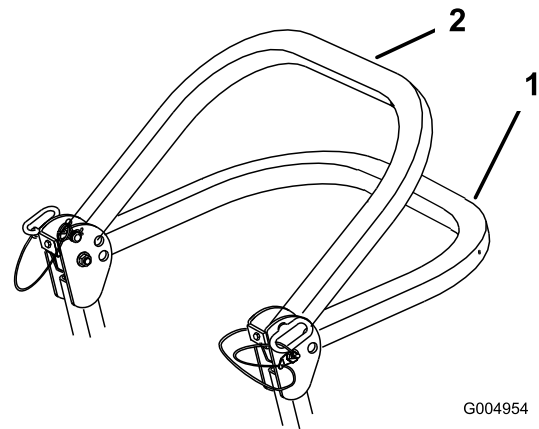

Figura 6
2. Coloque la barra antivuelco en la posición de bajada. Hay dos posiciones de bajada. Vea las posiciones en Figura 6.